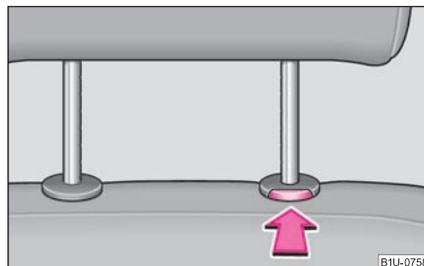

Fig. 63 Extraction des appuie-tête
- Poussez la touche de sécurité dans le sens de la flèche ⇒ fig. 63 et retirez l'appuie-tête.